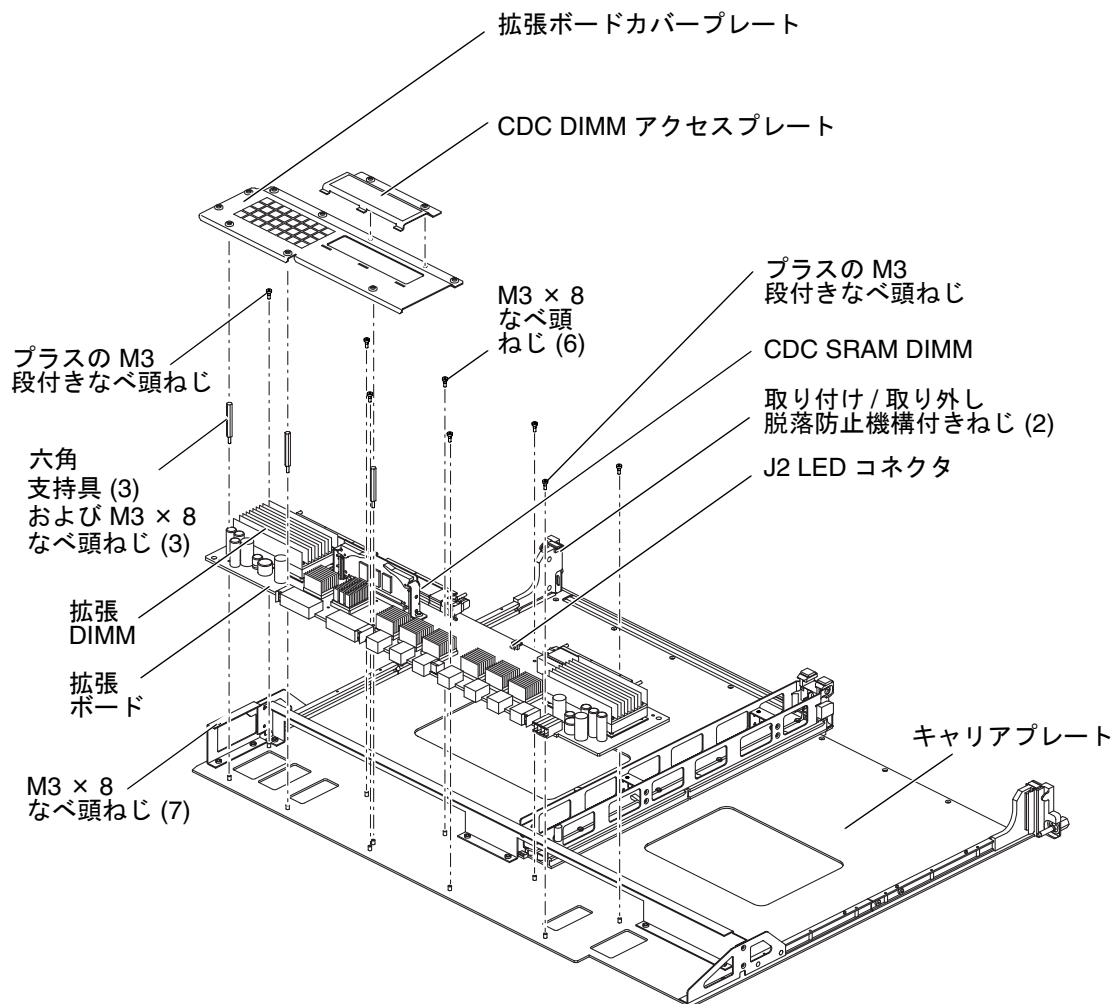

図 12-2 拡張ボードおよびキャリアプレート - 分解図
10. 拡張ボードをしっかりとつかんで持ち上げ、キャリアプレートの支持具から引き出します (図 12-2)。
2. 図 12-2 でねじ込み式の六角支持具の取り付け位置を確認し、3 つの六角支持具をボードに取り付けます。
7. 8 本の M3 脱落防止機構付きねじで、拡張ボードカバープレートを拡張ボードに固定します。詳細は、図 12-2 を参照してください。
8. CDC DIMM アクセスプレートの 3 つの爪の位置を拡張ボードカバープレートの挿入スロットに合わせて、アクセスプレートを拡張ボードカバープレートに取り付け、2 本の M3 脱落防止機構付きねじで固定します。詳細は、図 12-2 を参照してください。